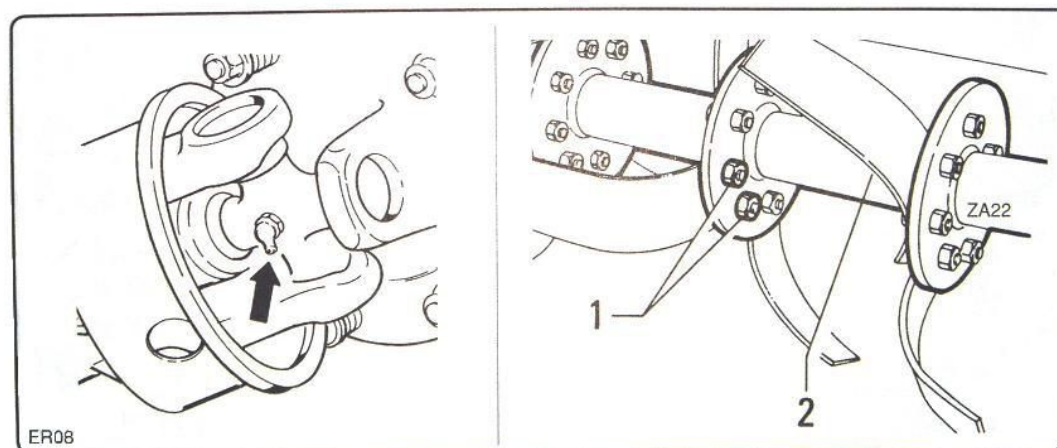

fig. 7.4.2
- Assurez-vous que la transmission est en parfait état et graissez les croisillons (fig. 7.4.2).
- Vérifiez que les boulons « 1 » qui fixent les lames au rotor « 2 » (fig. 7.4.2) sont bien serrés.